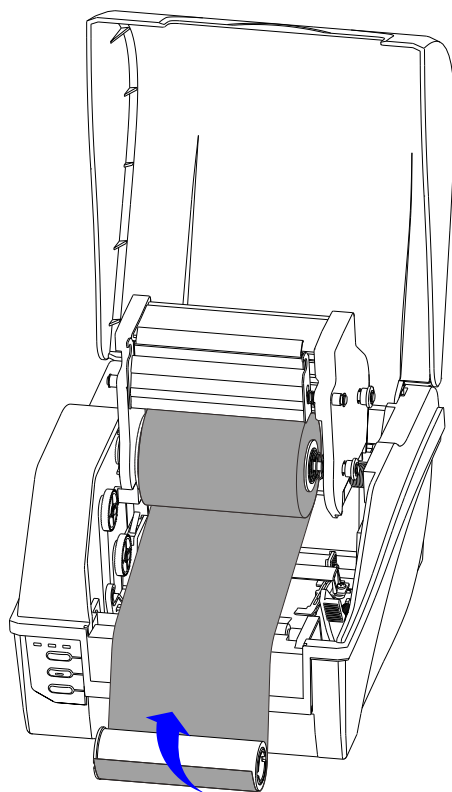

图 2-8
5. 将碳带带头拉出，并按照图 2-8 中箭头所示方向缠绕在装好碳带适配管的空卷芯上（附着油墨的一面始终朝上），此步骤重复多次，直至碳带固定在空卷芯上。